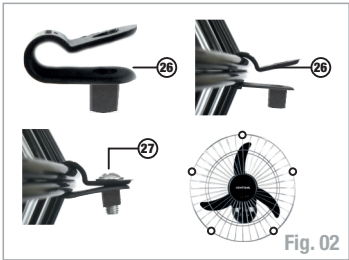

Fig. 02
1. Posicione a grade (07) no encaixe do motor (09), depois rosqueie a porca (06) no motor;
2. Alinhe o encaixe traseiro (05) da hélice (04), com o pino trava (08) encaixando a hélice no mesmo;
3. Coloque a porca (03) na ponta do eixo do motor apertando-a em sentido anti-horário (esquerda) até encostar na hélice;
4. Encaixe o acabamento (01) na grade dianteira(02) e fixe-o com os parafusos atarrachantes (29);
5. Posicione a grade dianteira em frente a grade traseira (07), engate as presilhas de segurança (26) na circunferência da grade, fig. 02;